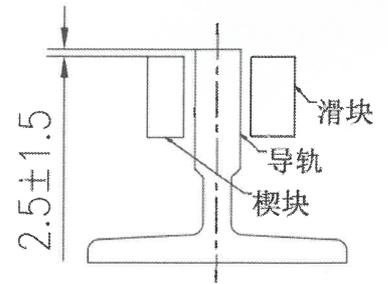

图 3
2.2.2. 楔块与导轨顶面的距离为 $2.5 \pm 1.5 \text{mm}$ (图 3)。